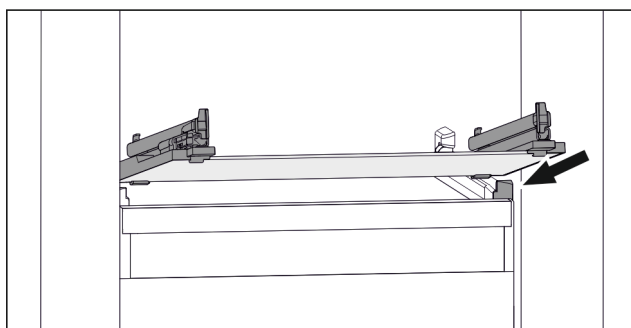

Fig. 154 Příklad znázornění skleněné desky
- ▶ Nasadte skleněnou desku šikmo za zářezky. (viz Fig. 154)